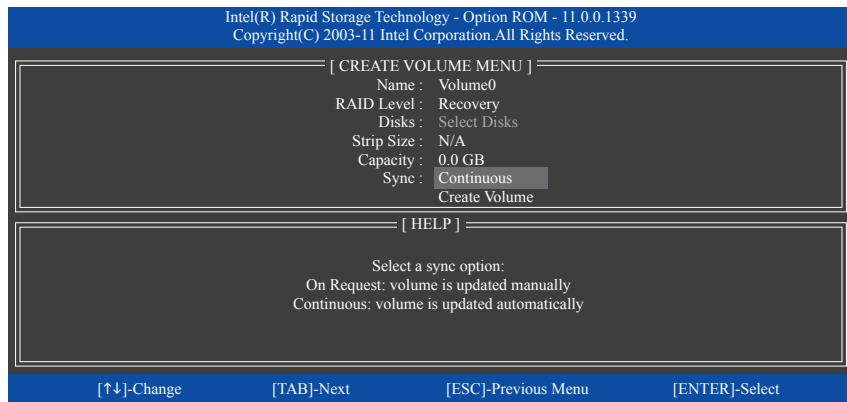

図 11
**Sync** の項目を、**Continuous** または **On Request** を選択します (図 11)。**Continuous** に設定されているとき、両方のハードドライブがシステムの取り付けられていれば、マスタドライブのデータを変更するとその変更はリカバリドライブに自動的かつ連続してコピーされます。**On Request** では、オペレーティングシステムの Intel Rapid Storage Technology ユーティリティを使用してマスタドライブからリカバリドライブに手動でデータを更新できます。**On Request** では、マスタドライブを以前の状態に復元することもできます。